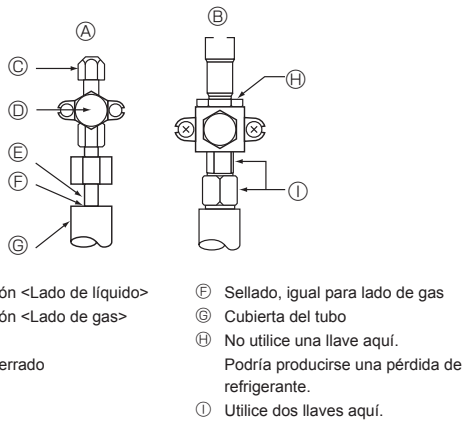

Fig. 4-5
4.4. Prueba de fuga de gas del tubo de refrigerante (Fig. 4-5)
- Si la presión se reduce en los pasos (2) o (3), hay una fuga de gas. Busque el punto de fuga del gas.